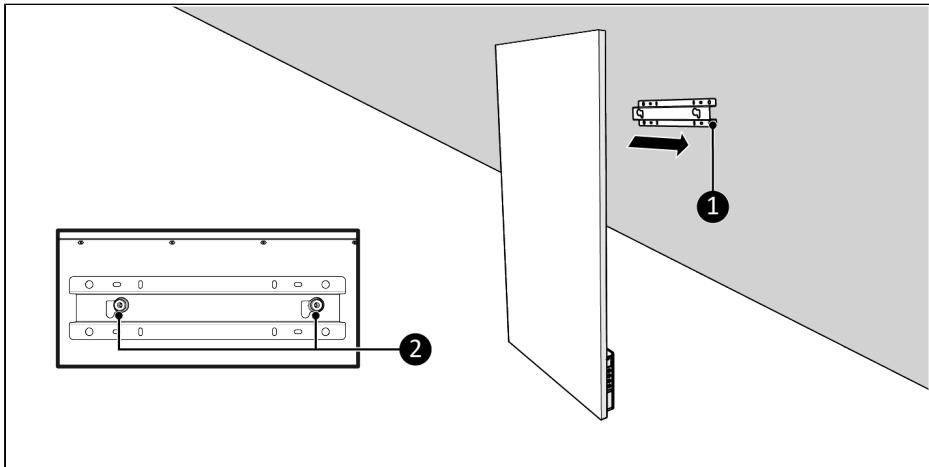

Figure 85.
1. Placer monteringsboltene (Figure 85, pos. 2) over vægbeslaget (Figure 85, pos. 1).